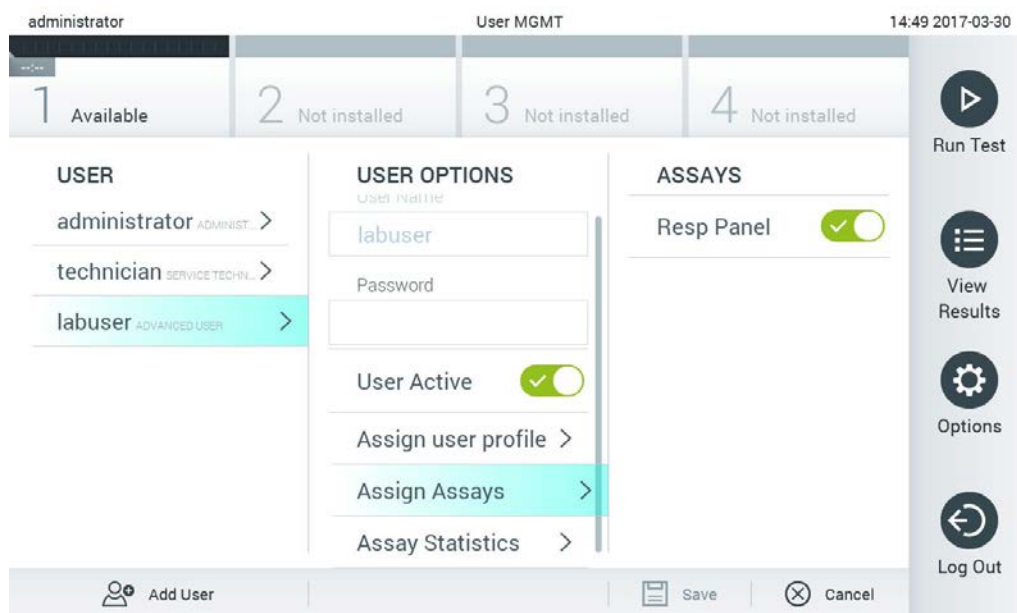

Abbildung 55: Zuweisung von Assays zu Benutzern
- Assign Assays (Assays zuweisen): Auswählen der Assays aus der Assay-Datenbank, die dieser Benutzer ausführen darf. Wählen Sie die Assays aus der Liste rechts im Inhaltsbereich aus (Abbildung 55).